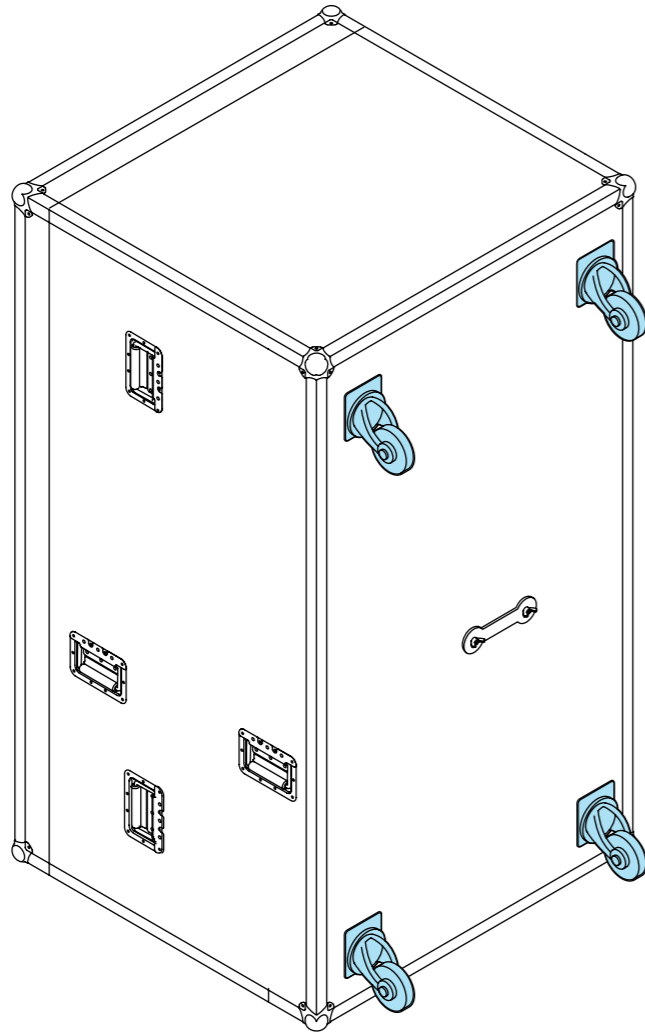
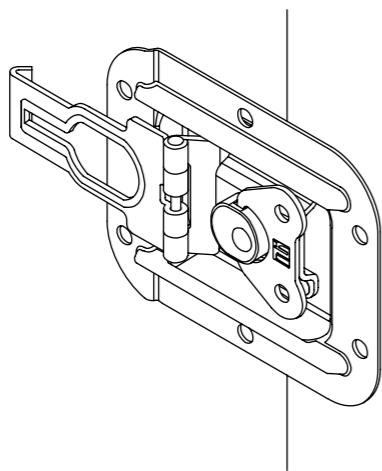
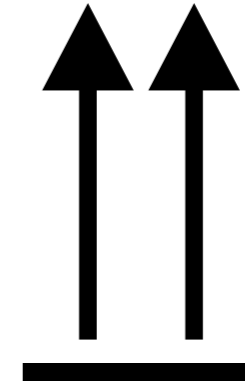

Рисунок 5.4. Днище кофра с колёсами
Рисунок 5.5. Замок кофра
Рисунок 5.6. Наклейка с маркировкой на кофре
Кoffer оснащен колёсами (рис. 5.4), замками (рис. 5.5) и ручками. Перемещать робота можно или строго вертикально, в соответствии с маркировкой на наклейке (рис. 5.6), или горизонтально на колёсах.
1. Установите кофр в вертикальное положение в соответствии с транспортировочной маркировкой (рис. 5.6).
2. Открутите барашковые винты (рис. 5.5) на четырех замках крышки, разъедините замки, снимите крышку, потянув ее вперед, и уберите ее в сторону.